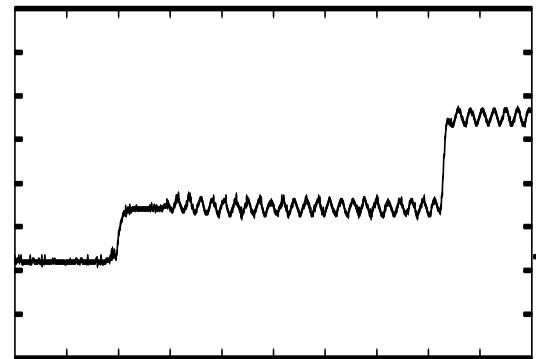

Abbildung 3
- Senken Sie den Ablenkkoefizienten auf 2 μ s/div. Der Zeilenbeginn ist ausgedehnt, der Triggerpunkt unverändert (Impuls der Zeilensynchronisierung) (Abbildung 3).